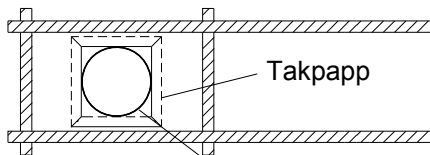

Fig. 2 TUB/TUS underbeslag
2. TUB/TUS placeras (krage uppåt) under takpapp i överkant och på sidorna samt ovanpå takpapp i nederkant, fig 2 och 3.